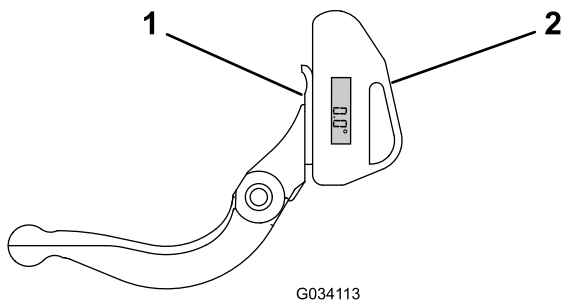

Figura 30
1. Posizionate il goniometro sul lato inferiore della controlama, come illustrato nella Figura 30.